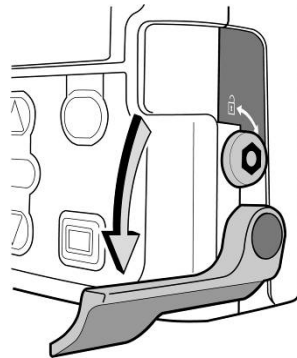

Figure 1
2. Déverrouiller la cassette (grâce à la clé ou au code) puis abaisser à fond le levier de fixation (voir Figure 1).